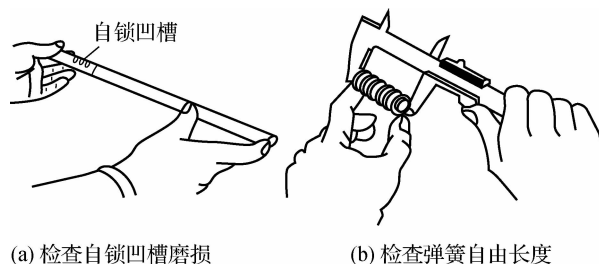

图 6-7 检查拨叉轴自锁装置
(5)经检查,拨叉和变速杆正常,则应检查拨叉轴自锁装置,其自锁凹槽和自锁钢球是否磨损严重,弹簧有无变形、折断或疲劳变软,如图 6-7 所示。若凹槽和钢球磨损严重,弹簧不符合要求,则应予以更换。